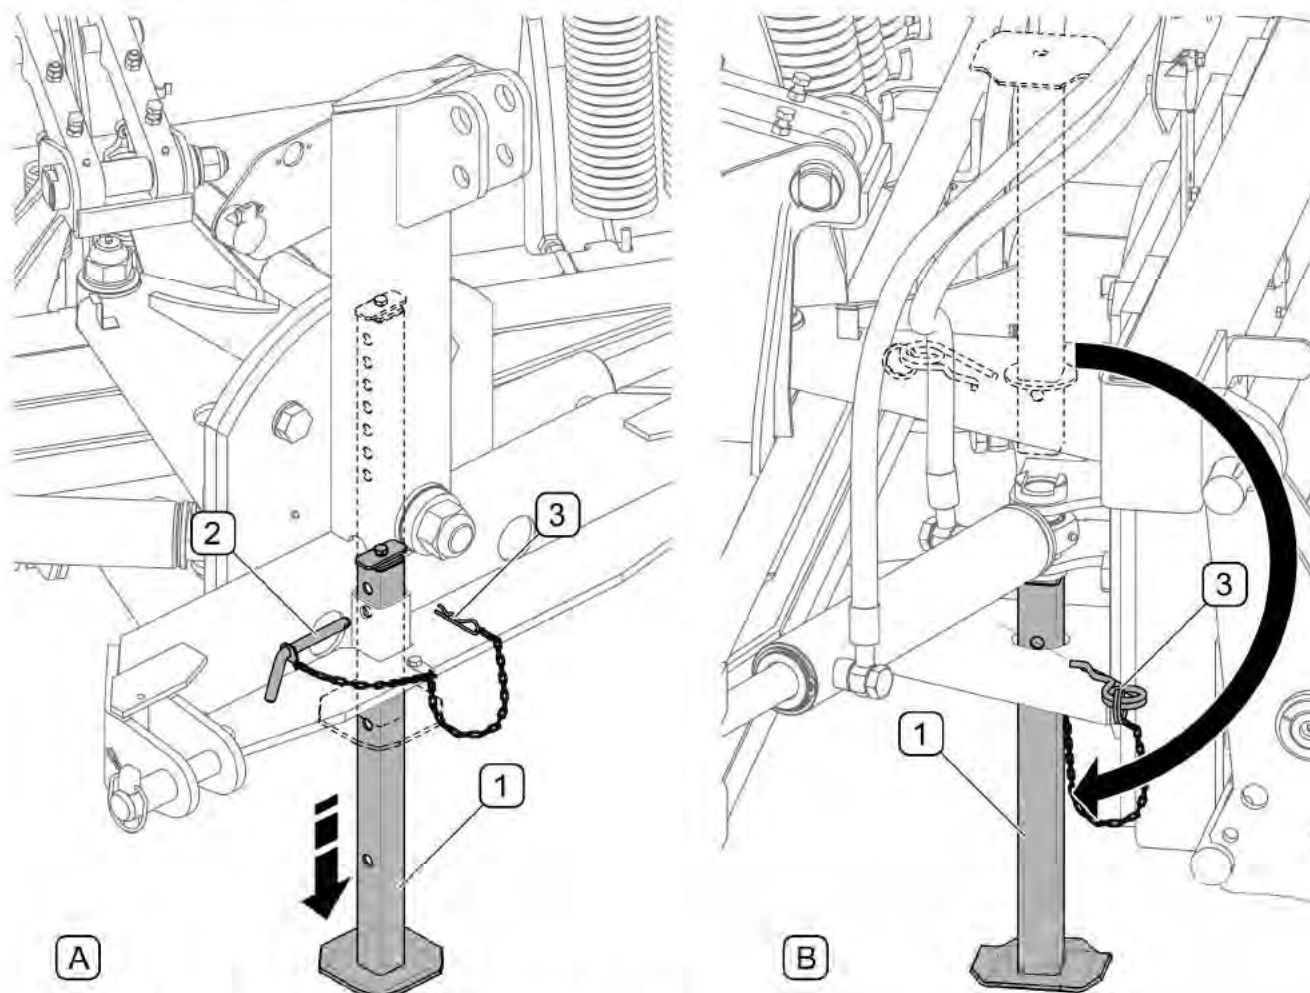

РИСУНОК 4.13 Опускание стояночной опоры
- в торсионной системе навески (РИСУНОК 4.13, А) - вынуть чеку (3) и шкворень (2), опустить стояночную опору (1), установить на надлежащей высоте, вставить шкворень (2) и заблокировать чекой (3),
- в качающихся системах навески (РИСУНОК 4.13, В) - вынуть опору (1) из верхнего отверстия в раме гидроцилиндров, перевернуть, вставить в нижнее отверстие в раме и заблокировать чекой (3),